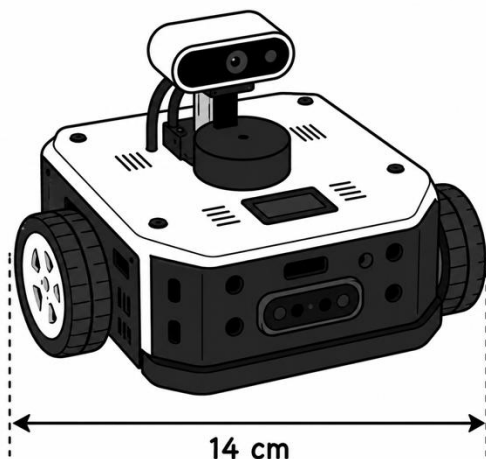

Figura 3. Dimensiones de referencia del robot buscador.
- Dimensiones del robot: la longitud máxima permitida es de **14 cm**, como se ilustra en la **Figura 3**. Cabe destacar que esta restricción no limita el diseño del robot a una forma específica; puede tener una forma circular, cuadrada u otra geometría, siempre y cuando se encuentre dentro de las dimensiones especificadas.